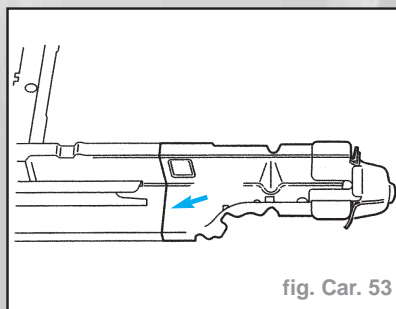

fig. Car. 53
- procéder à une découpe approximative (fig. Car. 53).